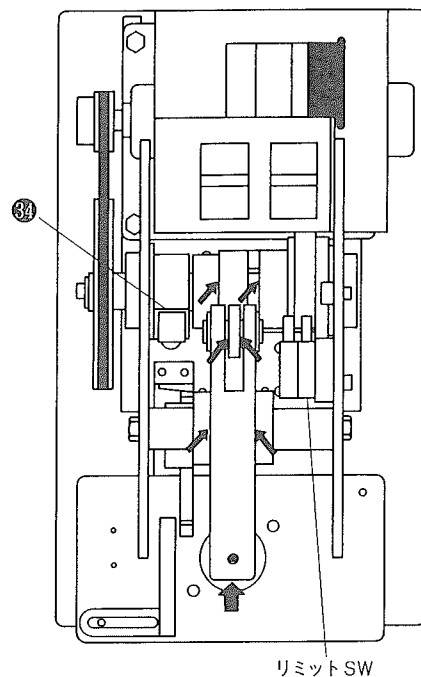

図 4
▶ ⑩の前カバーを手前に引き上げながら取り外し、⑬の本体カバー取付けネジを取り外します。(4箇所)次に本体カバーを引き上げますと、図4のような機構部分が見えてきますので1ヵ月に1回程、ネジのゆるみ・汚れ等のないように、点検・清掃して下さい。
▶ 主要作動部分には特殊表面処理を施してありますので耐久性は充分ですが、若干の油(ミシン油で可)を図4の矢印(→)に塗布すると尚良く保てます。